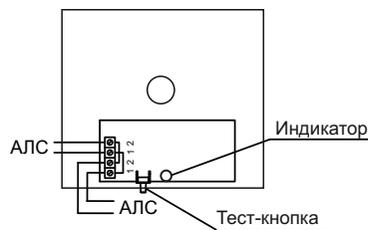

Рисунок 2
5.4 Внутри корпуса на основании установлена плата (Рисунок 2).
- 6.9 Подключить провода АЛС к клеммной колодке (Рисунок 2). УДП подключается к прибору при помощи двухпроводной АЛС с номинальным сечением проводов от 0,35 до 1,5 мм2.